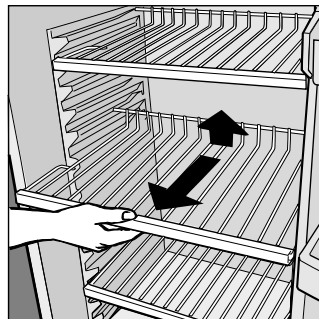

Bild 1
- Kylan är utrustad med utdragbara hyllor som kan placeras på vilken höjd som helst tack vare spåren i kyldelens skåpväggar (Bild. 1). Man kan även placera stora behållare på hyllorna.